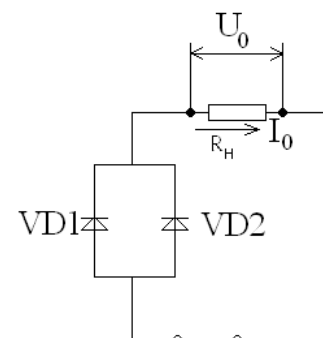

рис. 3.
5. Составляем схему выпрямителя. Чтобы выполнялось условие  $I_{доп} > I_o$ , необходимо два диода соединить параллельно, тогда  $I_{доп} = 10*2=20 > 15$ А. Полная схема выпрямителя приведена на рис. 3.